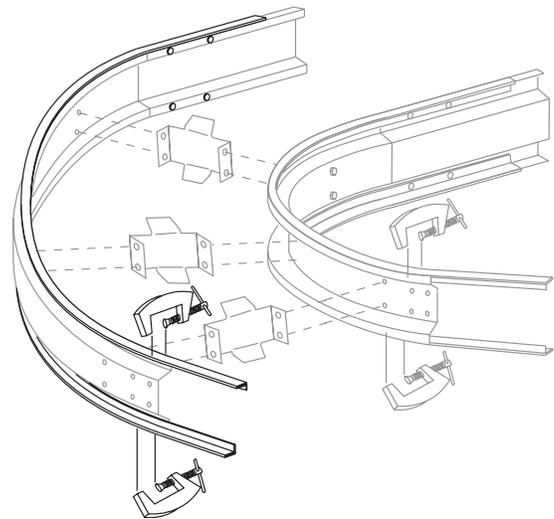

Abbildung 9
5. Sobald der Verschleissstreifen komplett gegen den Seitenrahmen aufsitzt, wenden Sie eine Spannvorrichtung an, um ihn an der richtigen Stelle zu halten. Siehe *Abbildung 9*.